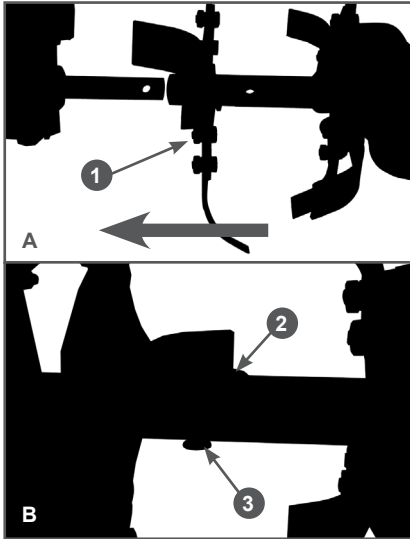

Рис. 4 Установка фрез
3. Установите фрезы 1 на выходной вал редуктора (Рис. 4А). Совместите отверстия во фрезах и выходном вале редуктора и вставьте в отверстия пальцы 3. Зафиксируйте пальцы 3 шплинтами 2 (Рис. 4В).